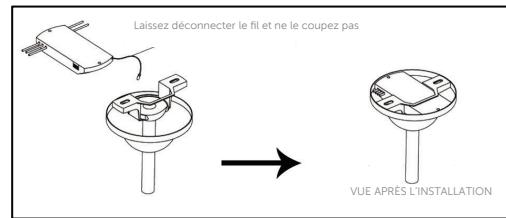

Fig. 9
- Une fois le récepteur et la télécommande jumelés, insérez le récepteur dans le support de tige de descente (Fig. 9).